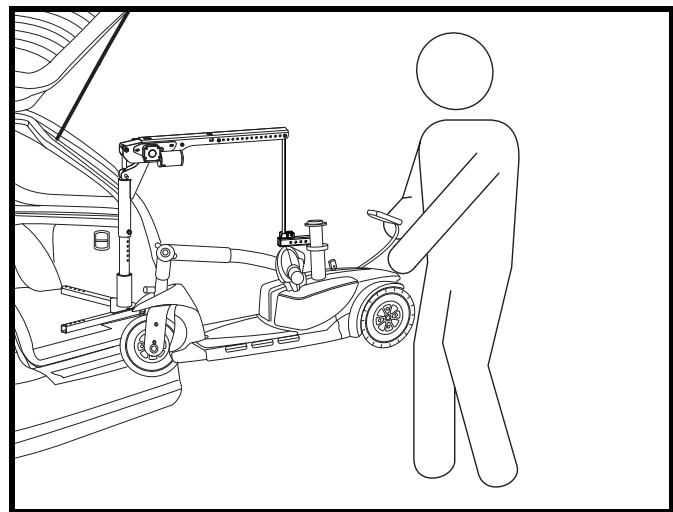

Figure 8. Levage de l'appareil de mobilité
- Lorsque l'appareil de mobilité est surélevé de façon qu'il puisse entrer dans le véhicule, arrêter le système de levage. **Voir la figure 8.**